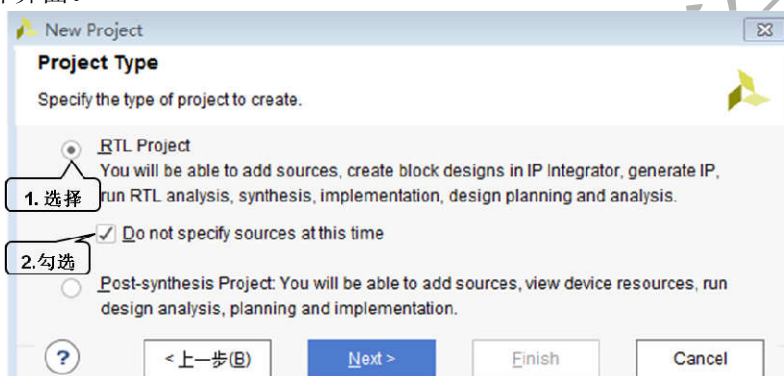

图 A4.23 Vivado 新建工程向导之三
(4) 在图 A4.23 中, 选择 RTL Project 一项, 并勾选 Do not specify sources at this time, 勾选该选项目的是为了跳过在新建工程的过程中添加设计源文件。点击 Next, 进入 FPGA 目标器件选择界面。